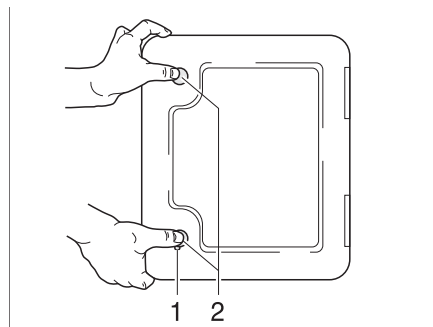

Bild 153 Lucka för toalett-kassetten
- Öppna luckan till kassetten på fordonets utsida. Stick för detta in nyckeln i låscylindern i trycklåset (Bild 153,1) och vrid den ett kvarts varv.
- Tryck samtidigt in de två trycklåsen (Bild 153,2) med tummarna och öppna luckan för kassetten.